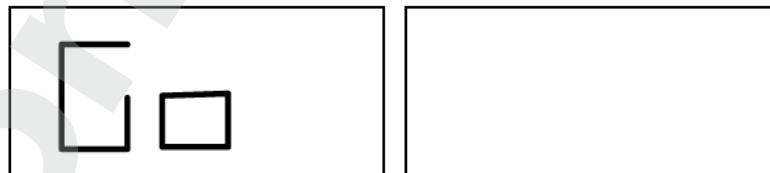

Рис. 5.5 Сообщение "Выполните запуск"
4. Нажмите [P4] Появится сообщение, рисунок 5.5;